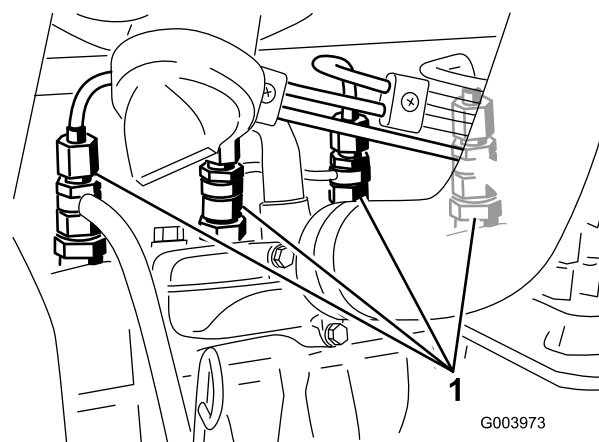

Figura 49
1. Liberte a tubagem que se encontra ligada ao injector n° 1 e à estrutura de suporte da bomba de injeção (Figura 49).